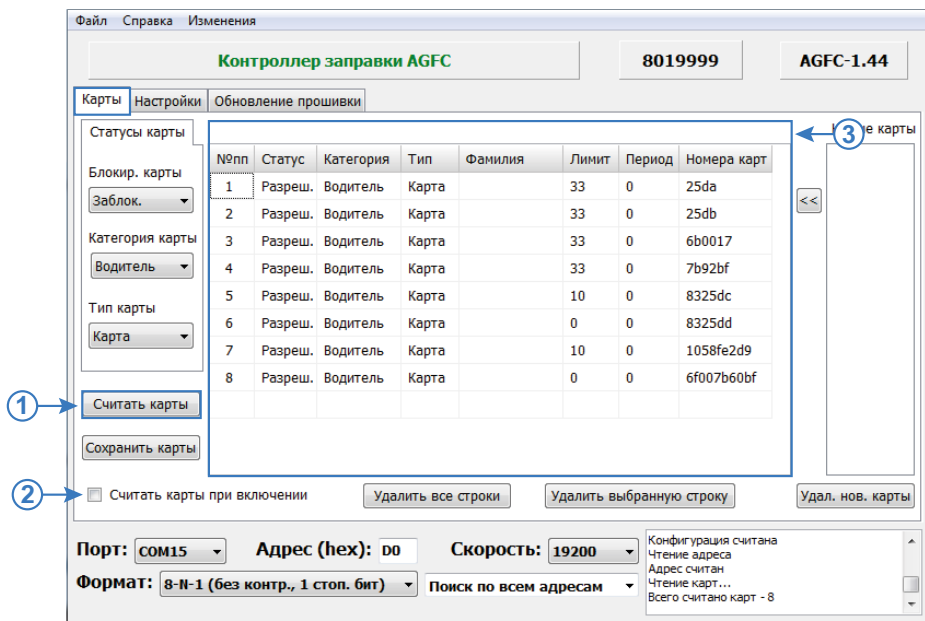

Рис.4. Считывание списка карт из устройства.
- Перейти на вкладку «Карты» и нажать кнопку «Считать карты» (Рис.4, п.1).
- Также может быть настроено автоматическое считывание списка карт при чтении конфигурации устройства. Для этого нужно установить галочку напротив опции «Считать карты при включении» (Рис.4, п.2).
- Список карт устройства отобразится на вкладке «Карты» в виде таблицы (Рис.4, п.3). Формат, в котором считываются номера карт в программу, определяется настройкой «Формат вывода номера карт», записанной в ТРК. Данная настройка задается на вкладке «Настройки» программы «AGFCConf».